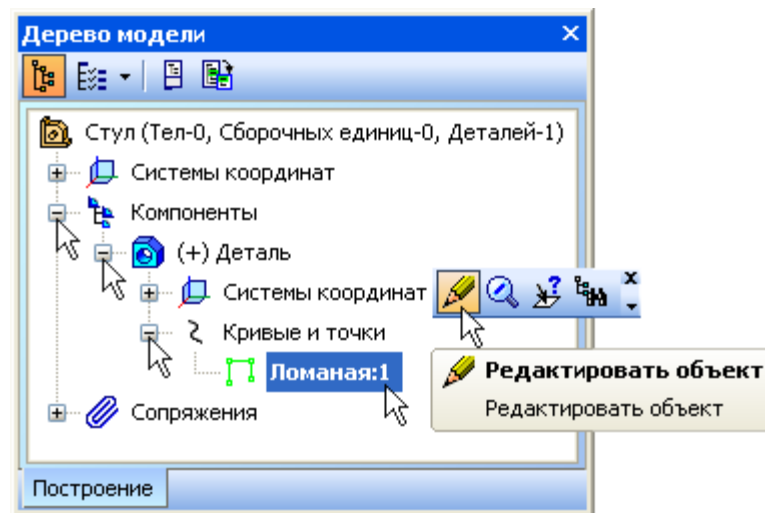

Рисунок 13
- Укажите объект Ломаная:1 и нажмите кнопку Редактировать объект на Контекстной панели (рис. 13).